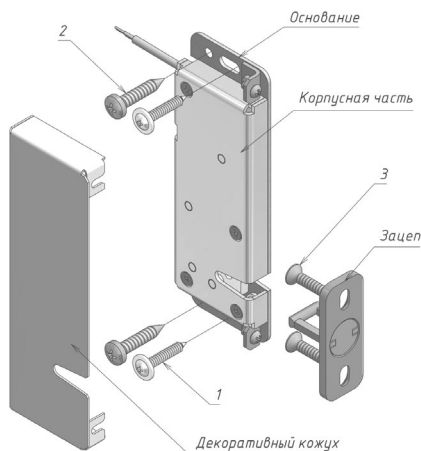

Рисунок 2 – Комплект поставки замка AL-250UZ
(рисунок 2) входят:
4.1 Замок состоит из корпуса с кожухом и зацепа (рисунок 2). Корпус крепится к дверной коробке, зацеп – к двери.